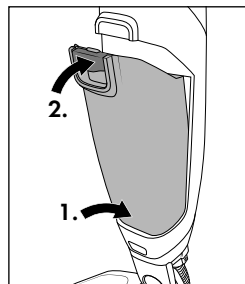

Bild 15
- ◆ Sätt in smutsbehållaren **10** i motorenheten **8** så att den klickar fast (se bild 15).